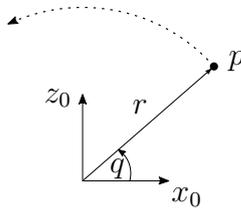

Abbildung 5: Punkt auf Kreisbahn.
- h) Betrachten Sie den Punkt p in Abbildung 5, der auf einer Kreisbahn mit dem konstanten Radius r bewegt wird. Berechnen Sie die Beschleunigung des Punktes und markieren Sie die Terme der Zentripetalbeschleunigung. 1.5 P. |